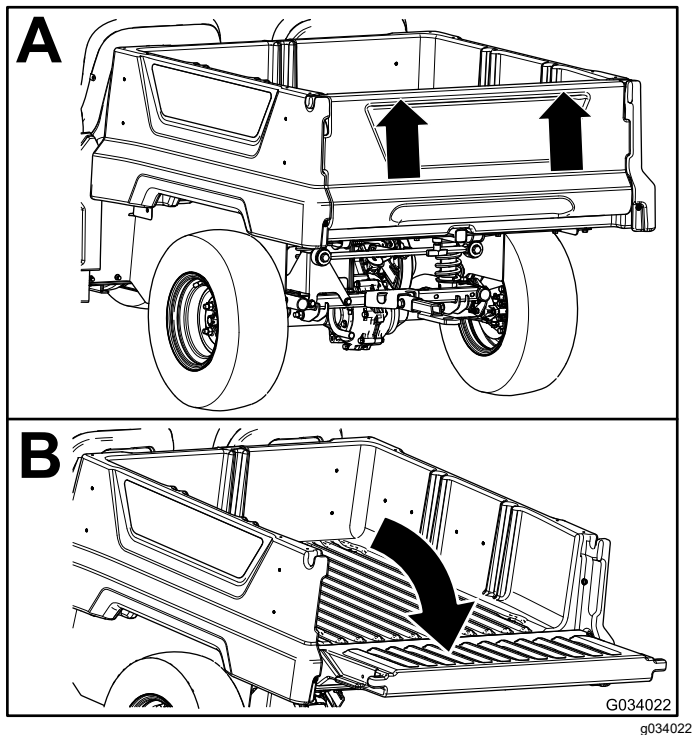

Figura 23
2. Usando ambas manos, levante el portón trasero usando el resalte situado cerca de la parte superior del portón (Figura 23).
3. Baje el portón hasta que quede enrasado con la parte inferior de la plataforma de carga (Figura 23).